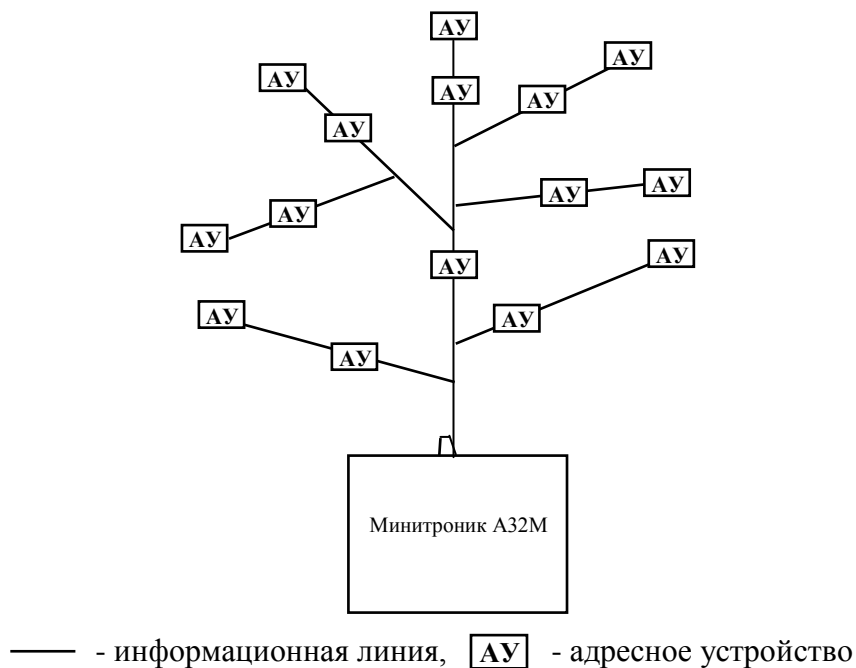

Рис. 6. Архитектура лучевой информационной линии с ответвлениями.
6.1.5. **Проложить информационную линию** проводом UTP-1, UT 105- или UT 505нг(А)-FRLS FE 180 1x2x0,5mm, UT 105- или UT 505нг(А)-FRHF FE 180 1x2x0,5mm по оптимальному маршруту так, чтобы максимальное удаление адресных устройств от любой из клемм АПКП по длине информационной линии не превышало допустимого значения, которое в зависимости от количества АУ составляет от 2 до 3 тысяч метров (см. рис.6).
6.2.1. АПКП обслуживает информационные линии, соединенные по лучевой или кольцевой схеме с ответвлениями (см. рис.6,7). Для прокладки информационной линии необходимо использовать провод UTP-1 с диаметром жилы 0,5мм, UT 105- или UT 505нг(А)-FRLS FE 180 1x2x0,5mm, UT 105- или UT 505нг(А)-FRHF FE 180 1x2x0,5mm или аналогичный.